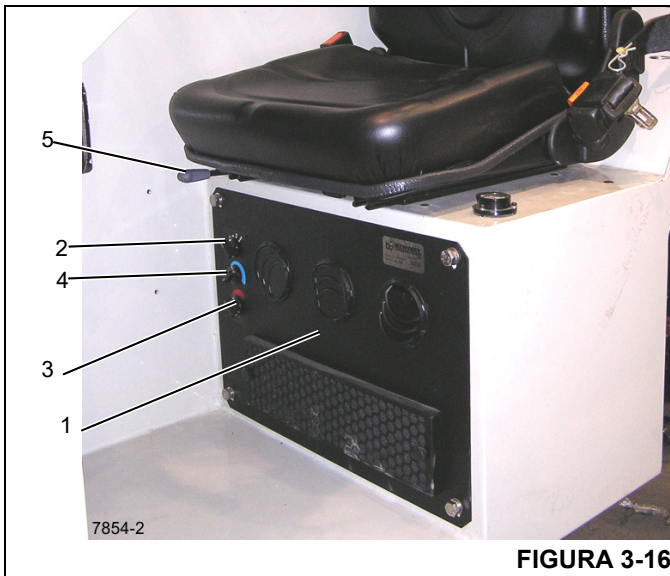

FIGURA 3-16
El calefactor/acondicionador de aire de la cabina (que se proporciona como una opción con las cabinas cerradas) está ubicado debajo del asiento del operador (1, Figura 3-16).
Para hacer funcionar el calefactor, use el interruptor del ventilador (2, Figura 3-16) junto con el control del calefactor (3) para seleccionar la velocidad de ventilador deseada y la cantidad de calor.
Para hacer funcionar el acondicionador de aire, use el interruptor del ventilador (2, Figura 3-16) junto con el control del acondicionador de aire (4) para seleccionar la velocidad de ventilador deseada y la cantidad de enfriamiento.
Ajuste longitudinal del asiento - Para ajustar el asiento, mueva la palanca de control (5, Figura 3-16) a la derecha. Mueva el asiento a la posición apropiada y luego mueva la palanca de control de regreso a la izquierda para bloquear la posición del asiento.